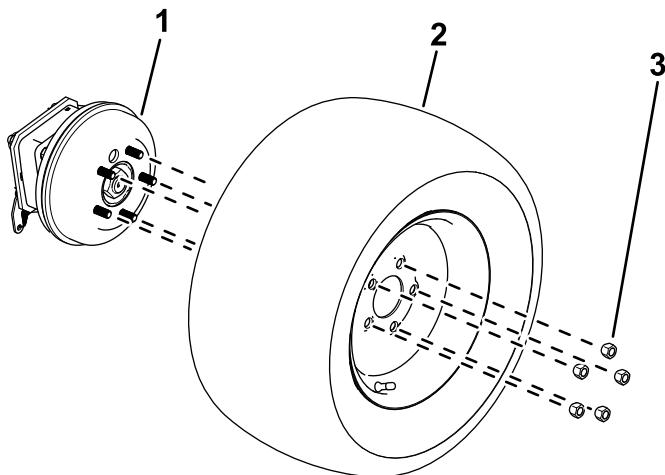

図 10
2. ホイールラグナットをゆるめて外す 図 10。
3. 各ホイールハブから車輪を取り外す図 10。
1. 先ほど外したラグナットを使って、タイヤをホイールハブに固定する図10。